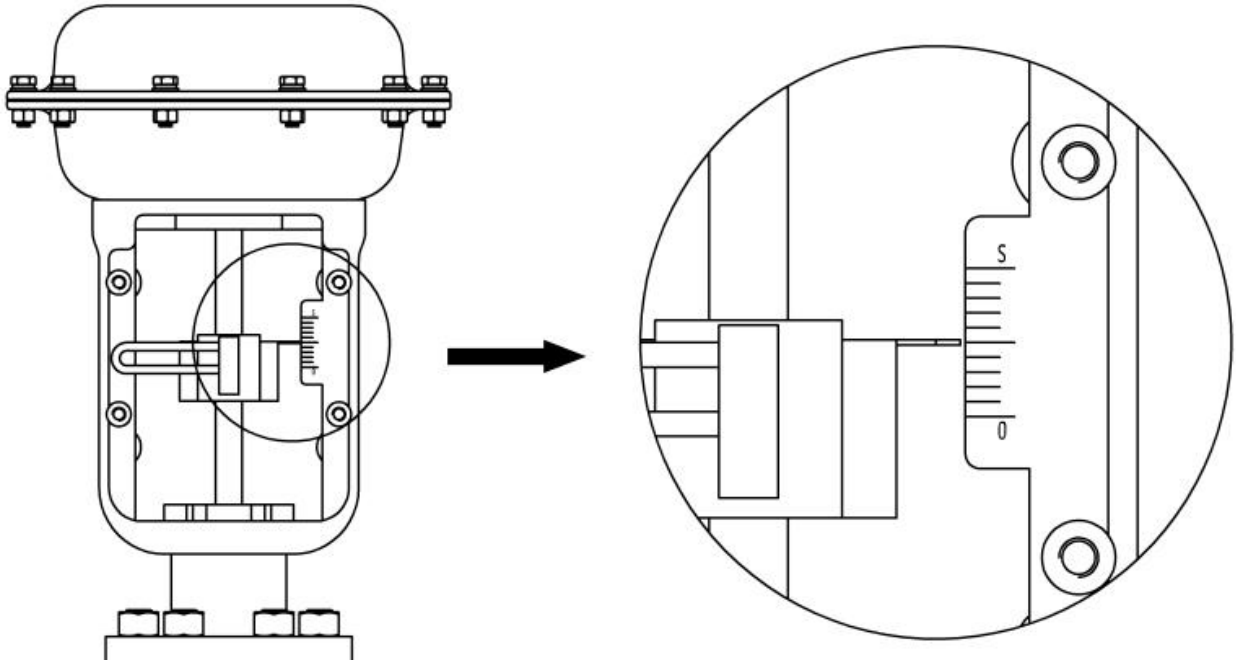

图 20. 阀门行程中点
- 给阀门气缸通气，依据阀门上的行程标尺将阀位调到行程中点，如图 20 所示。